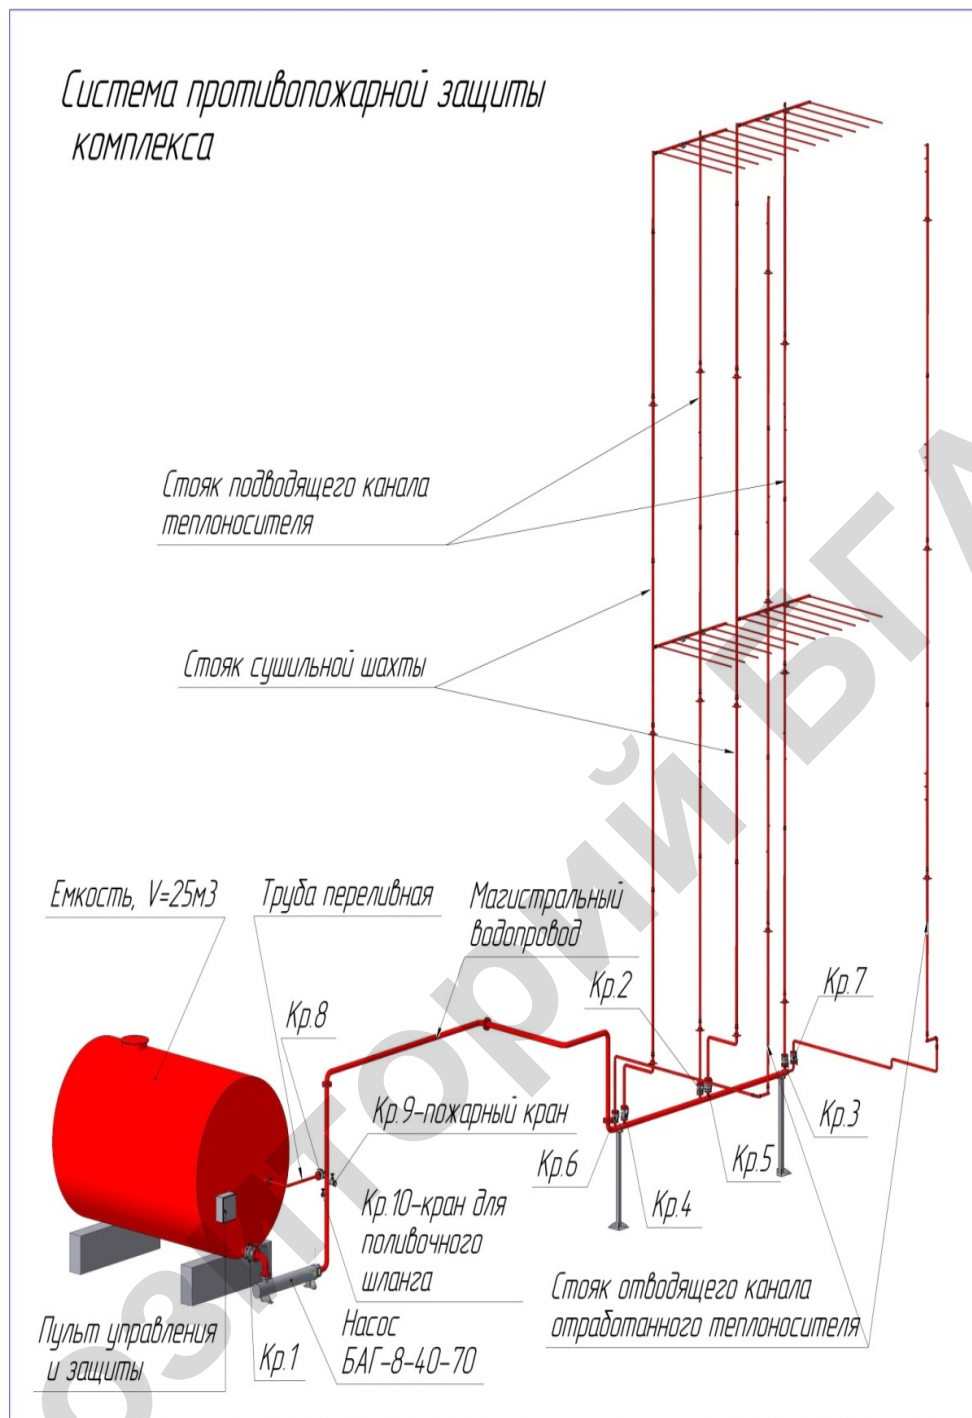

Рис. 1.51. Система противопожарной защиты
Система пожаротушения (рис. 1.51) состоит из насоса со станцией управления и защиты, емкости воды, магистрального водопровода, шести линий подачи воды. По первой и второй линиям вода подается в подводящие каналы теплоносителя. По третьей и четвертой линиям вода подается прямо в сушильные шахты. По пятой и шестой линиям вода подается в отводящие каналы отработанного теплоносителя. Каждая линия подачи воды соединена с магистральным водопроводом краном.
- открыть кран Кр.1 (см. рис. 1.51), краны Кр.2, Кр.3. Краны Кр.4, Кр.5, Кр.6, Кр.7, Кр.8, Кр.9, Кр.10 должны быть закрыты;